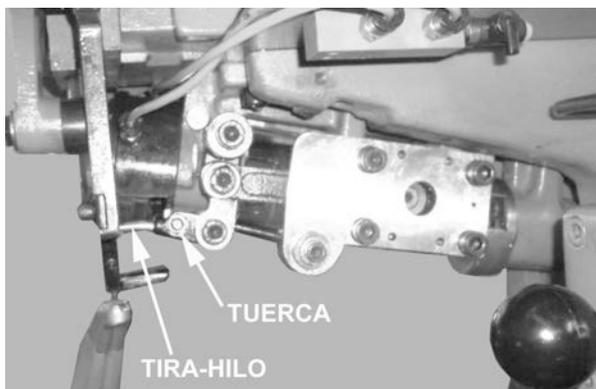

Figura 11
- ✓ Suelte la tuerca que aprieta el tornillo traba del estira-hilo (figura 11);